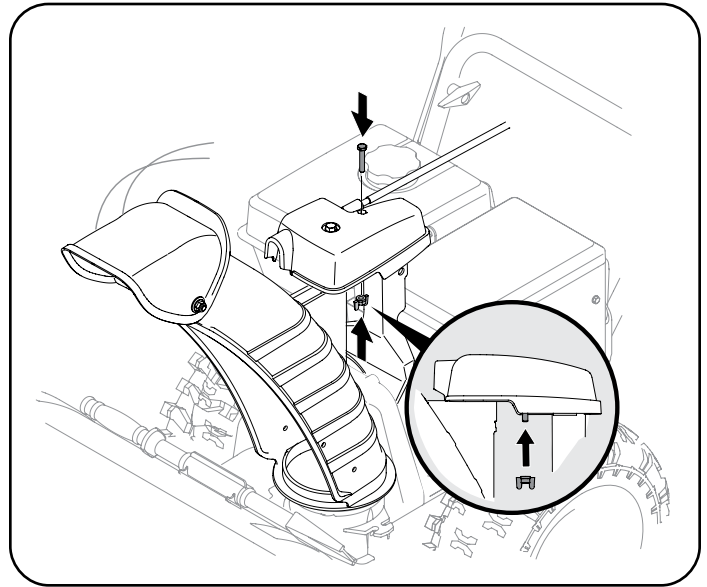

Figura 30
4. Termine de sujetar el cabezal de control del canal colocando el tornillo hexagonal y la tuerca de mariposa que extrajo en el Paso 1. Consulte Figura 30.